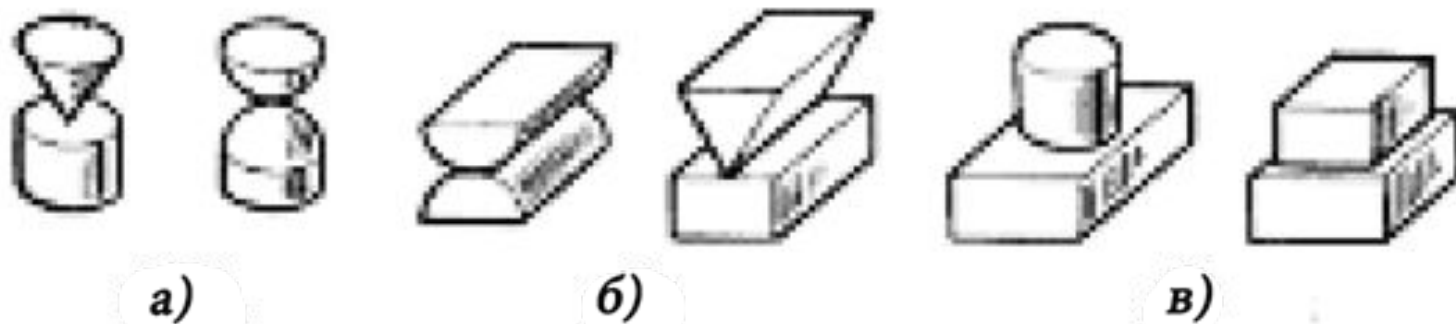

Рис.2. Основні типи контактів
1). Точкові, коли контакт виконується в одній точці. При точковому контакті контактний натиск невеликий, тому для зменшення опору контактів застосовують дорогоцінні метали, які не утворюють окисли. Точкові контакти (рис.2, а) мають вигляд конусів або напівсфер, які стикаються з площиною або напівсферою в одній точці. Такі контакти призначені для перемикання малих струмів.